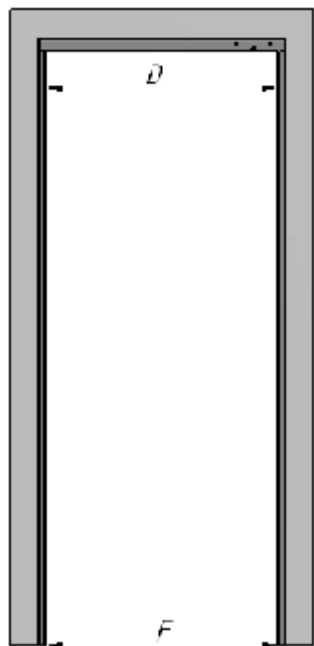
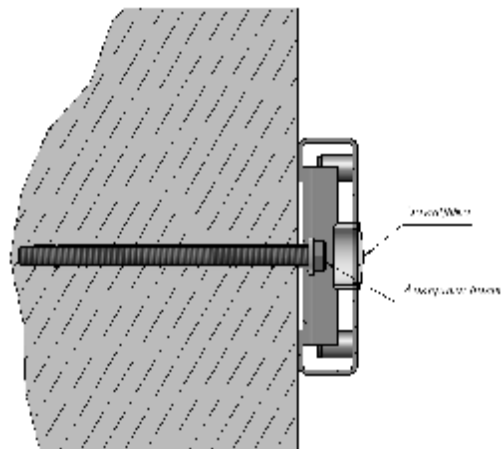

Рисунок 7
Рисунок 8
- 5.2 Установить раму в существующем дверном проеме, при помощи анкерных болтов (рис.8), выдерживая вертикальность, а также равенство размеров D (верхняя часть рамы) и F (нижняя часть рамы) (рис. 7) Обеспечить жесткую фиксацию рамы в дверном проеме.
- 5.8 Установить декоративные заглушки (рис.8).